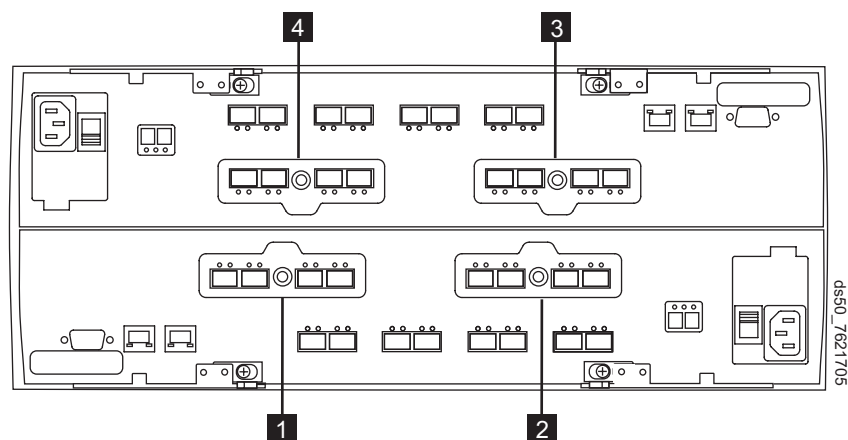

Figura 126. Slots da placa da interface de host nos controladores A e B
15. Localize a placa da interface de host que deseja substituir. Consulte Figura 126 na página 217 e Tabela 58 na página 217, que descreve os locais numerados identificados em Figura 126 na página 217.